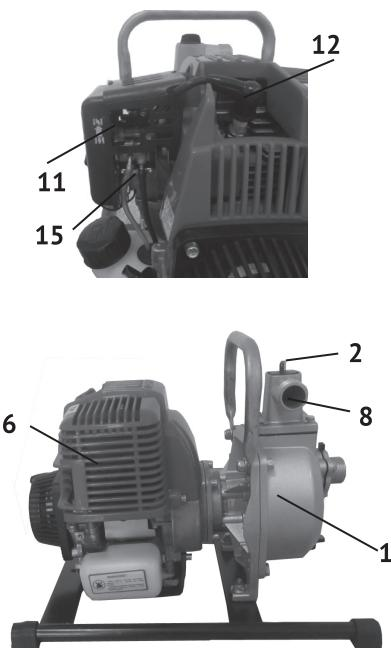

рис.1
Общий вид мотопомпы схематично представлен на рис.1
5.1 Перед началом работы залейте в насосную часть **1** (рис.1) воду до уровня входного патрубка **7** (рис.1). Подсоедините всасывающий и напорный рукава. На конце всасывающего рукава установите фильтр.
5.2.1 Вывинтить щуп - пробку **14** (рис.1) и залить в картер масло соответствующего типа до нижнего края горловины. Вставить сухой чистый щуп в горловину картера и вынуть его. Проверить уровень масла: граница смоченной области щупа должна располагаться между отметками минимального и максимального уровней.
5.4.2. 5-7 раз нажмите на кнопку насоса ручной подкачки топлива **15** (рис.1). Если топливо не заполнило колпачок, надавите на кнопку насоса ещё несколько раз;
5.4.3 Переведите рычаг управления воздушной заслонкой **11** (рис.1) до упора в положение «Закрыто» при пуске холодного двигателя и в промежуточное при пуске прогретого двигателя.
5.4.5 После прогрева двигателя в течение времени около 10-40 секунд, в зависимости от начальной температуры, переведите рычаг воздушной заслонки **11** (рис.1) в положение «Открыто», если при этом двигатель работает неустойчиво вернуть рычаг воздушной заслонки в прежнее положение и обеспечить завершение прогрева двигателя.
5.5.1 Переведите выключатель **10** (рис.1) в положение «Выкл»
6.1.1 Вывинтите щуп-пробку **11** (рис.1) из горловины картера. Опустите в горловину сухой, чистый щуп и вытащить его - край смоченный маслом должен располагаться между отметками минимального и максимального допустимого уровней.
6.3.1 Демонтируйте крышку воздушного фильтра 9 (рис.1). Выньте фильтрующий элемент.
6.5.1 На прогретом до рабочей температуры двигателе вывинтите пробку для слива масла в нижней части картера, под сливным отверстием разместите вспомогательную ёмкость. После прекращения истечения масла установите пробку на штатное место и затяните. Залейте масло в горловину, удалив пробку-щуп **14** (рис.1) до нижнего края заливного отверстия. Проверьте уровень масла.